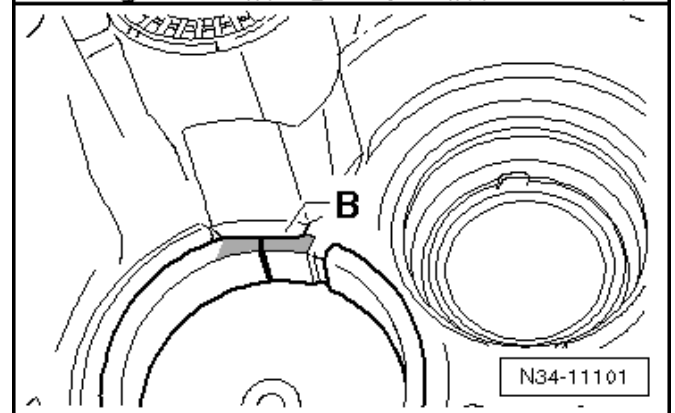

Abb. 4: Messen Sie den Absatz oberhalb der Aufnahme für das Rillenkugellager
- ♦ Wenn eine Scheibe auf das Rillenkugellager aufgelegt werden muss ⇒ Abb. 4 in **34-6** Seite 18.